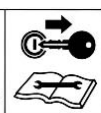

Fig. 13
1. Lubrifier les tourillons (Fig. 13 – Réf. A) et les autres éléments de l'arbre de transmission selon les indications du manuel d'instructions de l'arbre de transmission, à l'aide des graisseurs prévus à cet effet.